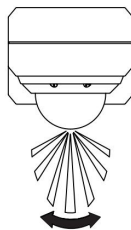
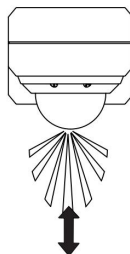

Figure 1B
Figure 1C
- La zone de surveillance du détecteur de mouvement peut varier légèrement en fonction de la hauteur de montage et de l'emplacement de montage, ainsi que de la température ambiante. Avant de choisir un emplacement pour installer votre détecteur de mouvement, veuillez noter que le capteur réagit de manière plus sensible aux mouvements qui se déplacent à travers la zone de surveillance (voir fig. 1B) qu'aux mouvements directement dirigés vers le capteur ou éloignés du capteur (voir fig. 1C).